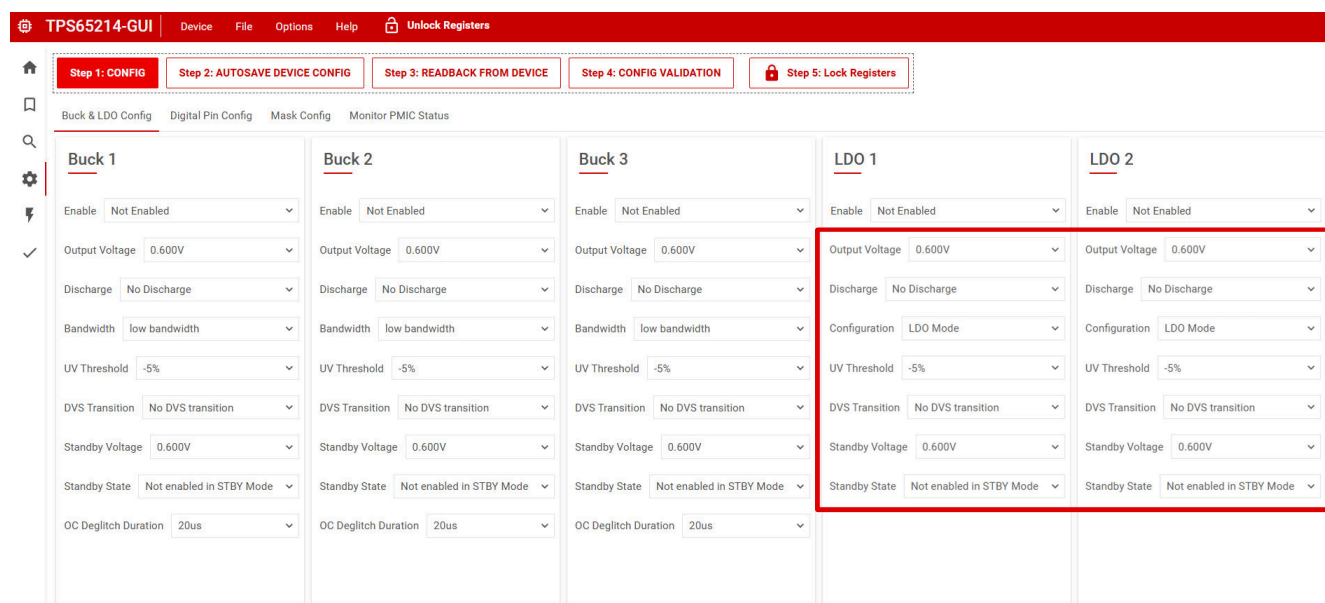

図 5-3. TPS65214-GUI を使用する LDO の設定
- 図 5-3 に、TPS65214-GUI の「構成」タブを使用する際に変更する設定を示します。